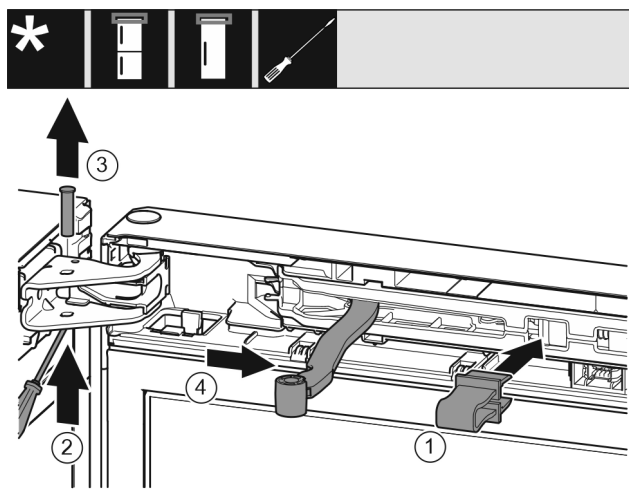

Fig. 9
- Varovalo Fig. 9 (1) zataknite v odprtino.
- Potisnite sornik Fig. 9 (2) ven.
- Izvlecite sornik Fig. 9 (3) v smeri navzgor.
- Zavrtite zgibni del Fig. 9 (4) v smeri vrat.